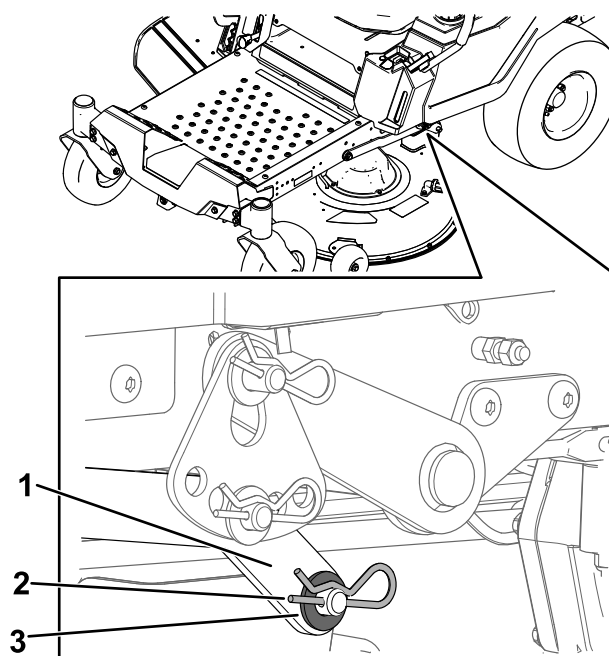

Figura 65
6. En un lado de la máquina, retire la arandela y la chaveta del pasador de la carcasa (Figura 65).
7. Retire el brazo de elevación del pasador de la carcasa (Figura 65).
5. En un lado de la máquina, levante la parte trasera de la carcasa de corte e instale el brazo de elevación en el pasador de la carcasa (Figura 65).
6. Instale el brazo de elevación usando la arandela y la chaveta (Figura 65).